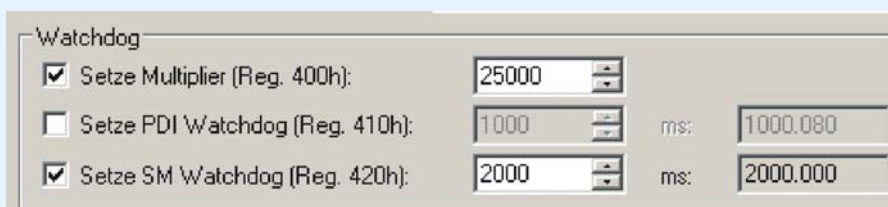

Abb. 11-7 Einstellen der Funktion SM Watchdog im TwinCAT System Manager
4. Aktivieren Sie die SM Watchdog-Funktion, indem Sie die Kontrollkästchen *Set Multiplier* und *Set SM Watchdog* anklicken (Abb. 11-7).
Im Beispiel aus Abb. 11-7 errechnet sich die Zeit: